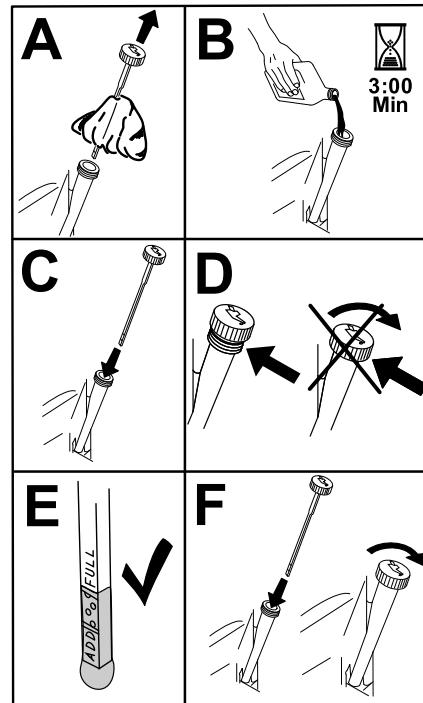

Figure 48
- Versez lentement environ 80 % de l'huile spécifiée dans le tube de remplissage, puis faites l'appoint lentement jusqu'à ce que le niveau atteigne le repère maximum (**Full**) (Figure 48).